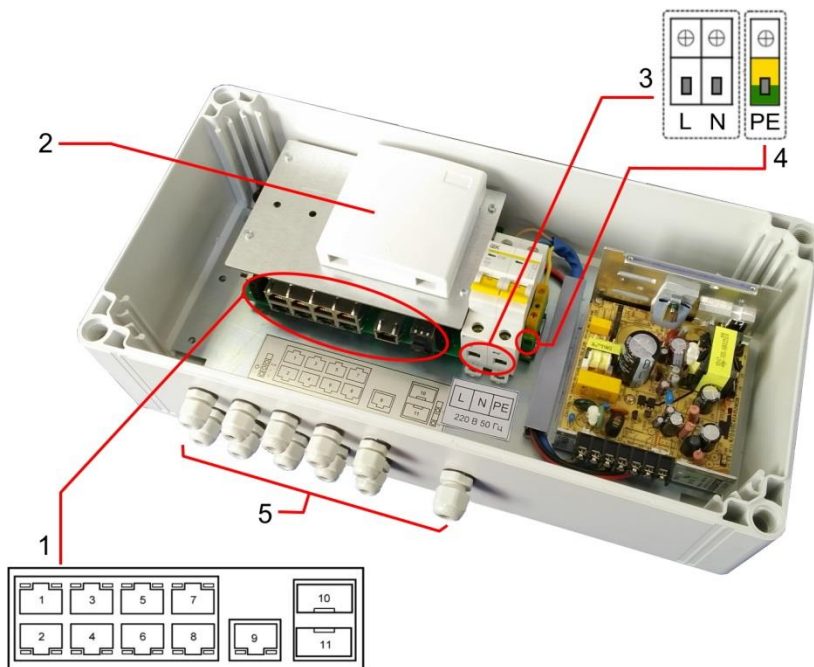

Рис.4 Подключение коммутатора SW-60812/W
1. Вставьте гермовводы в предназначенные для них отверстия в корпусе пластикового бокса (5) Рис.4, закрепите их пластмассовыми гайками с внутренней стороны корпуса.
2. Проденьте кабели витой пары через соответствующие отверстия гермовводов (Ø 3-6мм) снаружи внутрь корпуса (Рис.4).
4. Подключите обжатые разъемами RJ-45 кабели к коммутатору (1) Рис.4 (порты 1-9) и затяните гермовводы. Для обеспечения защиты от проникновения влаги внутрь корпуса, кабели должны быть плотно укреплены в гермовводах.
5. Зачистите оптоволоконный кабель на длину 25-30 см, пропустите его в отверстие гермоввода (Ø 3-6мм) Рис.4, затяните резьбу гермоввода так, чтобы кабели жестко фиксировались в зажиме гермоввода.
6. Соблюдая все требования технологии сварки оптоволоконного кабеля, приварите пигтейл (имеются в комплекте) к оптоволоконной жиле кабеля. Уложите оптоволоконный кабель в пазы кросса (2) Рис.4, следя за тем, чтобы диаметр колец не был менее 60 мм. Подключите разъем пигтейла к SFP модулю (*в комплект поставки не входит*) установленному предварительно в SFP разъем коммутатора (1) Рис.4 (разъемы SFP 10,11). Закройте крышку оптического кросса (2) Рис.4.
7. Аналогично пункту 2 протяните кабель питания от сети AC 100-240V / 50 Гц внутрь корпуса через соответствующий гермоввод (Ø 4-8мм), подключите кабель питания к клеммам **L**, **N** автоматического выключателя (3) Рис.4 и клеммной колодке заземления **PE** (4) Рис.4. Затяните гермоввод.